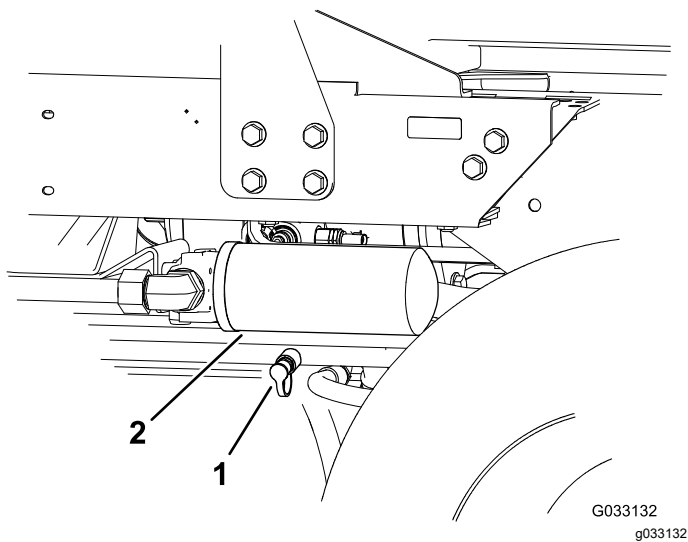

图 42
2. 在安装在后牵引歧管中的诊断接头与后牵引压力测试端口之间连接一根液压软管图 42。